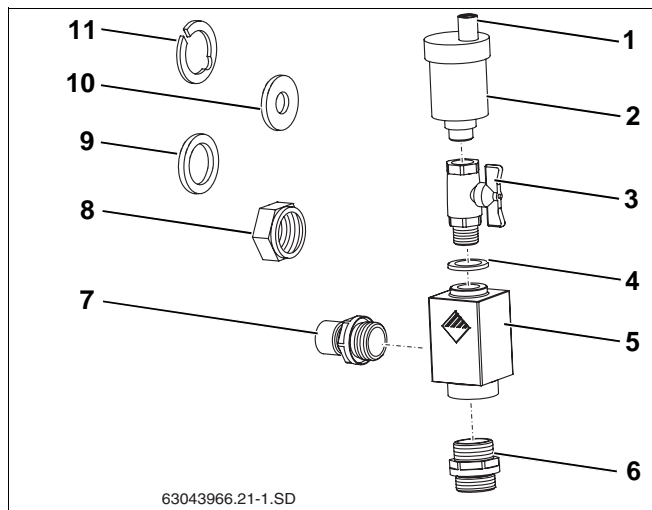

Bild 55 Universal avluftarsats
Via den öppnade skruvsnäckan avluftas solvärmesystemet. Eftersom ingen fukt får tränga in i solvärmesystemet via den öppnade skruvsnäckan måste väderskyddskåpan (bild 55, **pos. 1**) alltid sitta på skruvsnäckan under drift.
Leveransinnehåll universal avluftarsats (bild 55):